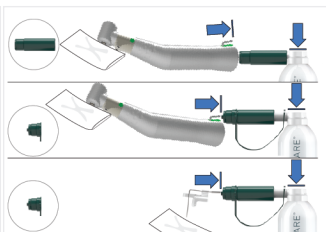

РИС. 5
2. После выбора подходящей насадки выполните предварительную очистку устройства с помощью аэрозоля Aquasage. Распылите средство внутри и снаружи устройства, а также внутри ирригационной трубки (РИС. 5).